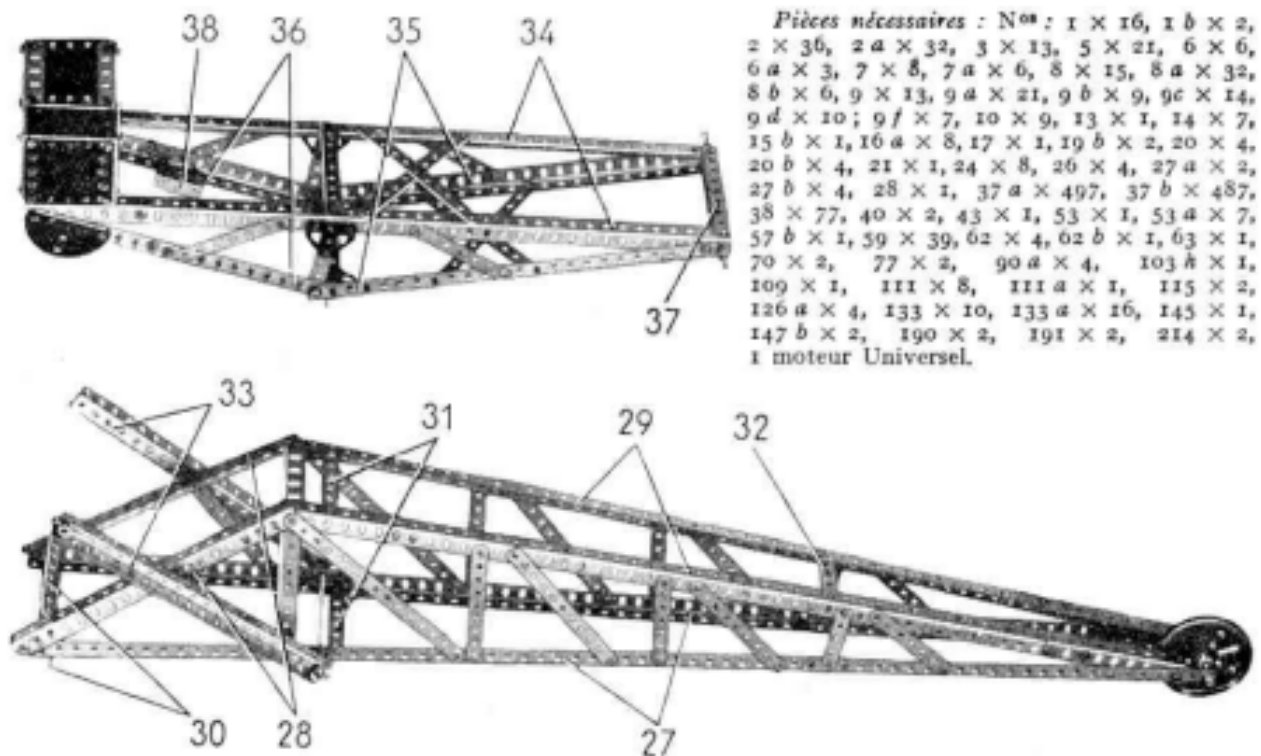

Fig. 5.
### LA FLÈCHE (fig. 5).
### LE BRAS D'ÉQUILIBRAGE (fig. 5).
L'extrémité avant du bras d'équilibrage est reliée à la flèche par une tringle de 16,5cm qui traverse les cornières (34) et (35) et est bloquée dans des bras de manivelle boulonnés aux extrémités des bielles (33) (fig. 5).